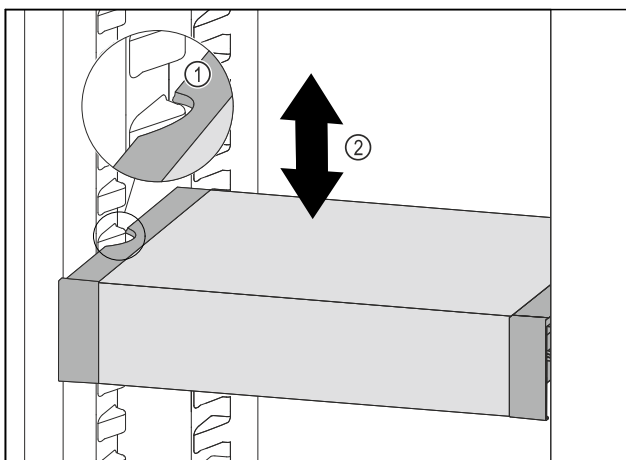

Fig. 80
- ▶ Trageți în față VarioSafe, până când degajările laterale ale VarioSafe se află la înălțimea nervurii recipientului din frigider. Fig. 80 (1)
- ▶ Mișcați în sus sau în jos VarioSafe în frigider, până când este atinsă înălțimea dorită. Fig. 80 (2)